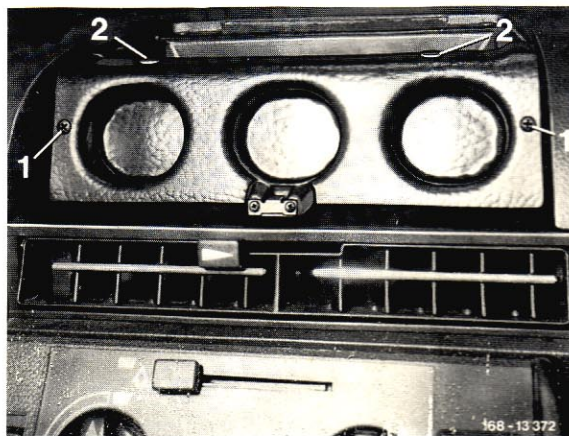

Bild 2
- 5 Schalterleiste nach Bild 2 montieren.